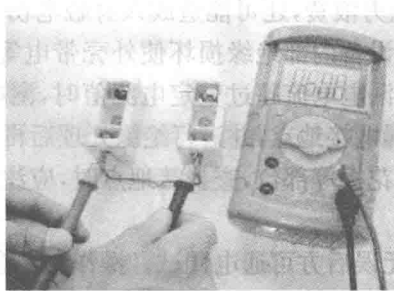

图 1-21 通电前检查线路有无短路
(1) 通电前应检查线路有无短路,方法如下:用数字万用表电阻 200Ω 挡,将两表棒分别置于两个熔断器的出线端上进行检测,如图 1-21 所示。正常情况下,开关处于闭合位置时应有阻值(阻值的大小取决于负载);开关处于断开位置(即开路)时,电阻应为无穷大。